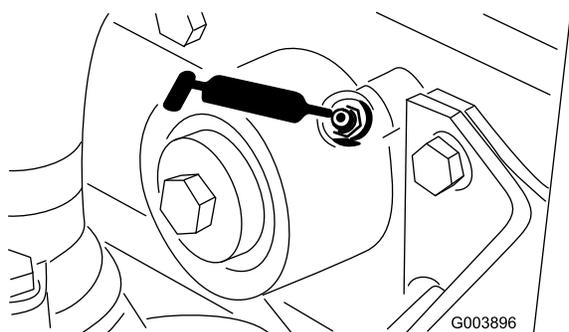

Figure 49
- 1 graisseur sur l'arbre de ventilateur (Figure 49).